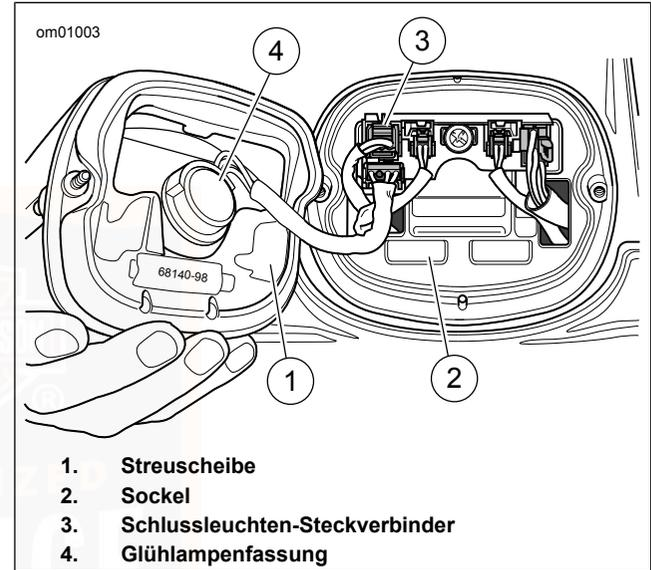

Abbildung 91. Schlussleuchtenbaugruppe
2. Siehe Abbildung 91. Den Schlussleuchten-Steckverbinder (3) abklemmen.
3. Die Glühlampenfassung (4) um eine Vierteldrehung nach links drehen und aus der Schlussleuchte nehmen. Die Glühlampe entfernen.
2. Siehe Abbildung 91. Fassung (4) in die Schlussleuchtenbaulampe einstecken. Eine Vierteldrehung im Uhrzeigersinn drehen.
3. Den Schlussleuchten-Steckverbinder (3) einstecken.